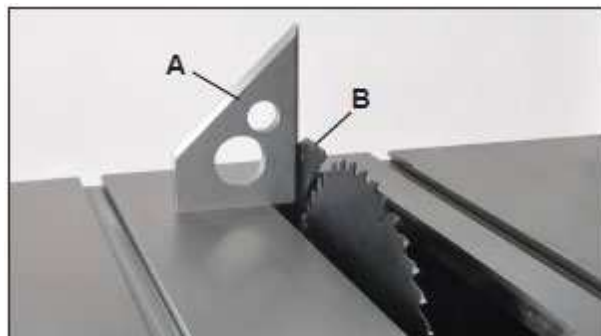

Рис. 15
3. Поставить угольник (рис. 15, A) к пильному диску и узлу разделителя (рис. 15, B). проверить перпендикулярность разделителя относительно стола.